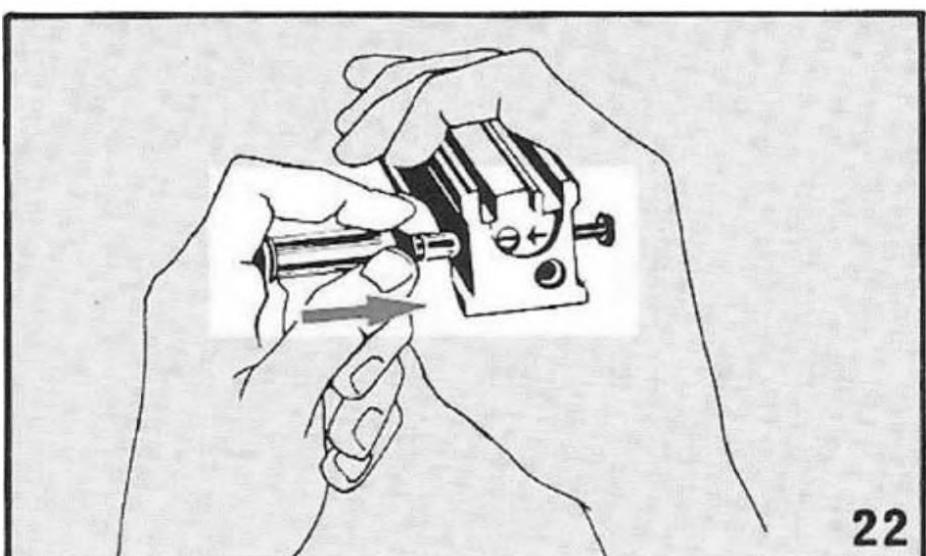

Рисунок 4.26 – Порядок вилучання штифта екстрактору
- 1) витягніть штифт екстрактора. Використовуйте кулю гвинтівкового патрона або виколотку (рисунок 4.26);